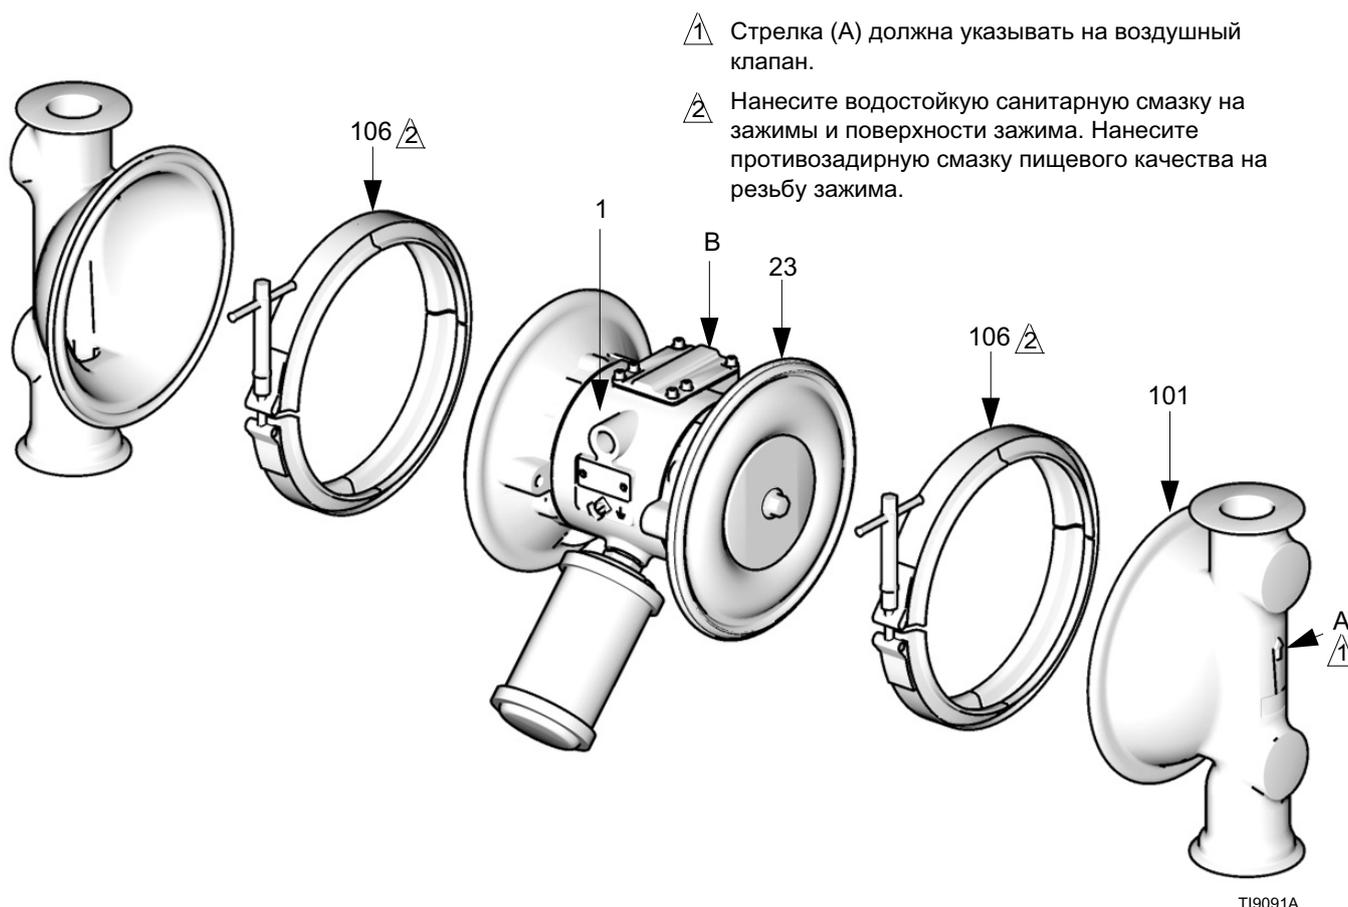

Рис. 10
3. Снимите фиксаторы (106), с помощью которых крышки (103) жидкостной секции крепятся к крышкам (23) воздушной секции. Снимите крышки (101) блока подачи жидкости с насоса. См. Рис. 10.
6. Совместите крышки (101) блока подачи жидкости и центральный корпус (1) таким образом, чтобы стрелки (А) на крышках указывали в том же направлении, что и воздушный клапан (В). Закрепите крышки фиксаторами. См. Рис. 10.